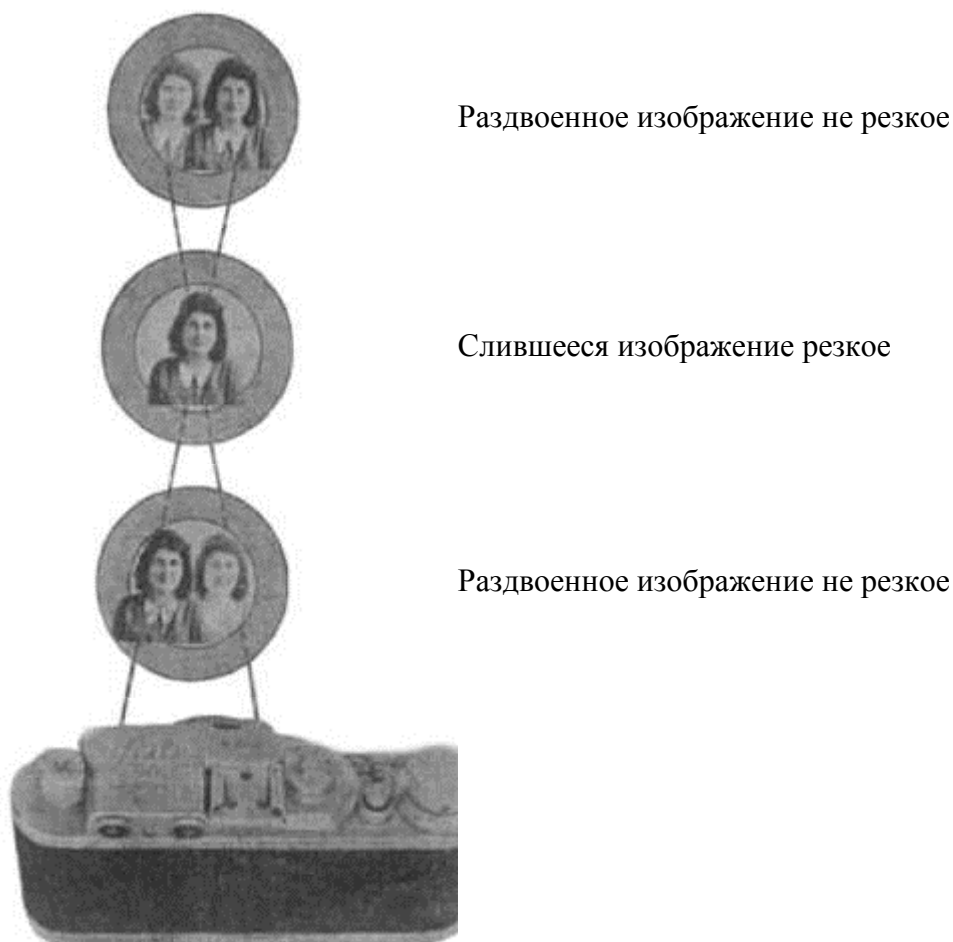
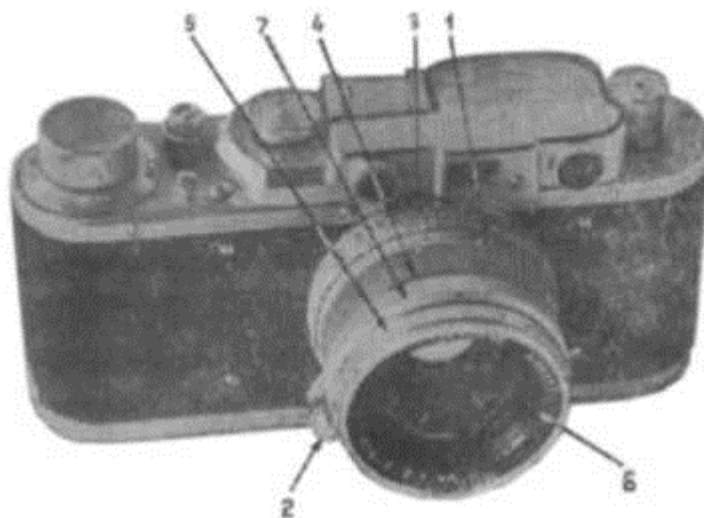

Рис. 18
Рис. 20
Выведя поводок из зацепления, поворачивайте им объектив, наблюдая глазом за изображениями предмета в центральном (красноватом) поле дальномера (рис. 18).
В этом случае нажмите кнопку поводка (2) рис. 20, выведя поводок из зацепления, поворачивайте его, наблюдая глазом за изображением предмета в центральном (красноватом) поле дальномера рис. 18. Изображения будут сближаться. Продолжайте поворачивать поводок